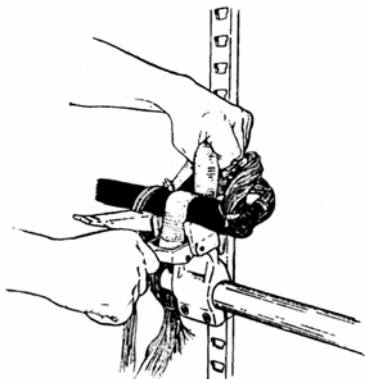

Рис. 6.14. Затягивание ремня и закрепление штанги на кабеле
- установить пряжку хомута в верхнее положение и, подтянув ремень, защелкнуть пряжку, фиксируя этим разъемную штангу на монтируемых кабелях (рис. 6.14).